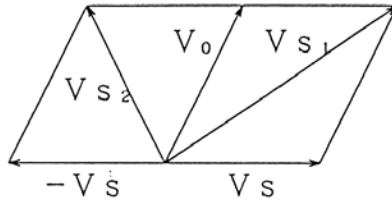

図2
1. 測定接地電極の電位上昇 V_s を次式によって求めます。(図2)